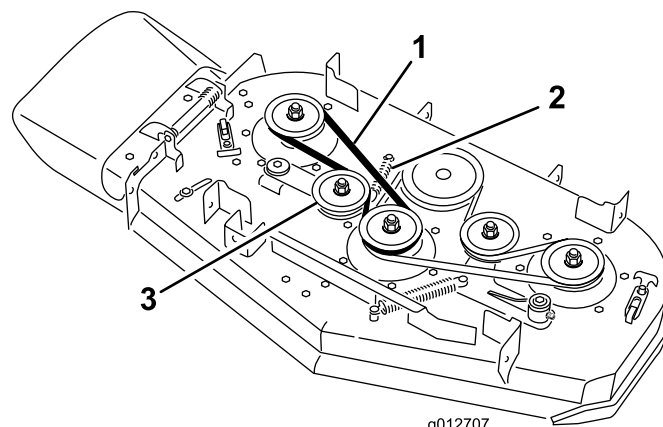

Bild 65
4. Entfernen Sie die Feder vom Ankerpfosten am Spannscheibenarm (Bild 65).
5. Nehmen Sie den verschlissenen Mähwerkriemen ab (Bild 65).
6. Verlegen Sie einen neuen Mähwerkriemen um die Riemenscheiben des Mähwerks und die Spannscheibe (Bild 65).
7. Setzen Sie die Feder auf den Ankerpfosten am Spannscheibenarm ein (Bild 65).